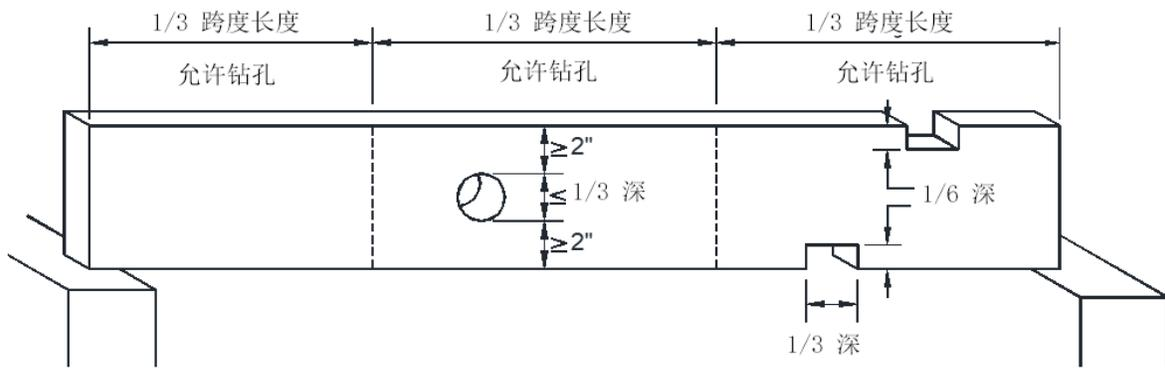

图 8: 在托梁上钻孔和开槽
- 钻孔和开槽 2x 木材应符合图 8。悬臂（悬垂）托梁不能开槽。